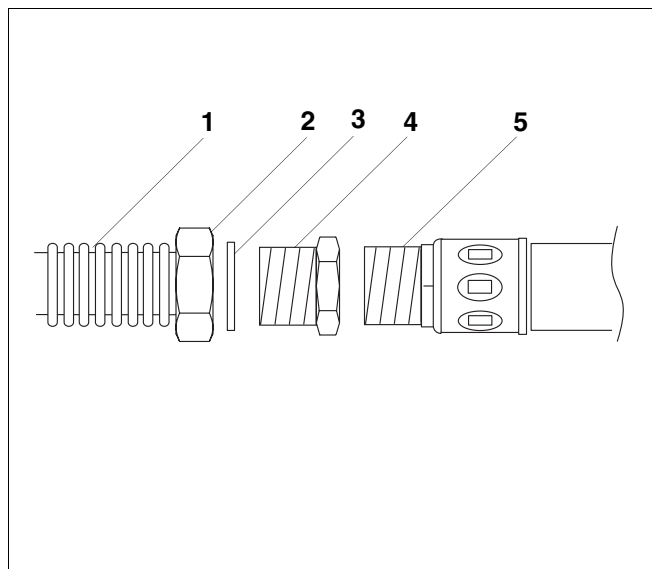

Fig. 8 Collegamento del tubo ondulado in acciaio inox all'accumulatore con attacchi da R $\frac{3}{4}$
- Avvitare la riduzione Rp $\frac{3}{4}$ × R1 (fig. 8, **pos. 4**) all'attacco dell'accumulatore R $\frac{3}{4}$ (fig. 8, **pos. 5**), per collegare l'accumulatore al set idraulico completo.
- Inserire la guarnizione (fig. 8, **pos. 3**) nel dado di raccordo premontato Rp1 (fig. 8, **pos. 2**).
- Avvitare il dado di raccordo premontato Rp1 (fig. 8, **pos. 2**) del tubo ondulado in acciaio inox alla filettatura R1 della riduzione Rp $\frac{3}{4}$ × R1 (fig. 8, **pos. 4**).